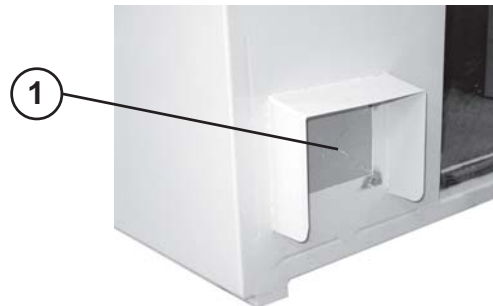

Abb. 1.3.1
- a) Die Kabel in die entsprechende Öffnung (1) einführen (Abb. 1.3.1);